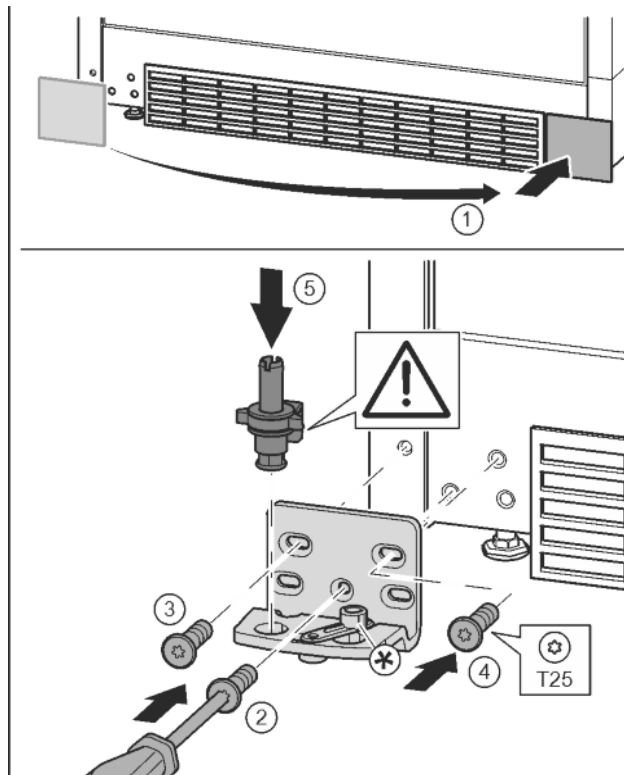

Fig. 17
- ▶ Zdjąć osłonę i założyć z drugiej strony. Fig. 17 (1)
- ▶ Płytkę zawiasu założyć z drugiej strony i przykręcić przy pomocy śrubokręta T25. Rozpocząć śruby 2 dolnej umieszczonej na środku. Fig. 17 (2)
- ▶ Dokręcić śrubę 3 i 4. Fig. 17 (3, 4)
- ▶ Założyć cały sworzeń płytki zawiasu. Przy tym zwrócić uwagę, by krzywka zatraskowa wskazywała do tyłu. Fig. 17 (5)